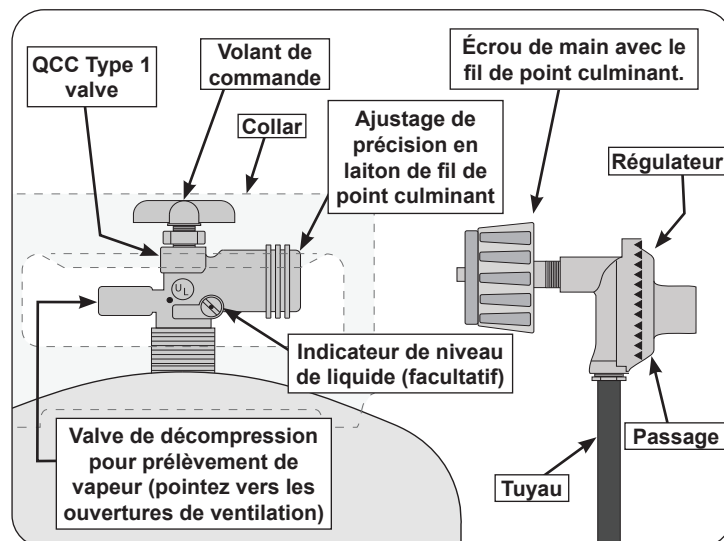

Fig. 8-1 Type coupleur de fil de point culminant d'I
- La bouteille utilisée doit comporter un collier pour protéger le robinet de la bouteille. Le système d'alimentation de la bouteille doit être conçu pour le retrait de la vapeur. Voir Fig. 8-1.
- Lorsqu'il est utilisé avec une bouteille, le système d'alimentation en gaz doit être utilisé avec un régulateur de pression. Le régulateur de pression et l'ensemble de tuyau (**non fourni**) utilisés doivent correspondre à la spécification de type I par ANSI Z 21.58/CGA 1.6 et doivent être conformes à UL 144 en tant que partie du système d'alimentation en gaz propane autonome (voir Fig. 8-1).
**Pour déconnecter:** tournez l'écrou à main dans le sens antihoraire jusqu'à ce qu'il soit détaché (Fig. 8-1)